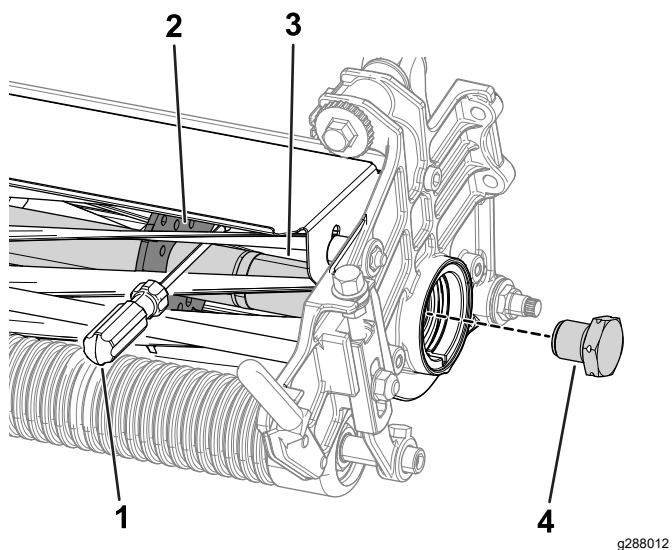

Рисунок 28
1. Вставьте монтировку с длинной ручкой (рекомендуется использовать монтировку размером $\frac{3}{8}$ x 12 дюймов с рукояткой, как у отвертки) через переднюю часть режущего барабана и максимально близко к боковой части режущего блока, к которому вы будете прилагать крутящий момент (Рисунок 28).
2. Установите монтировку так, чтобы она была прижата к сварной стороне опорной пластины барабана (Рисунок 28).